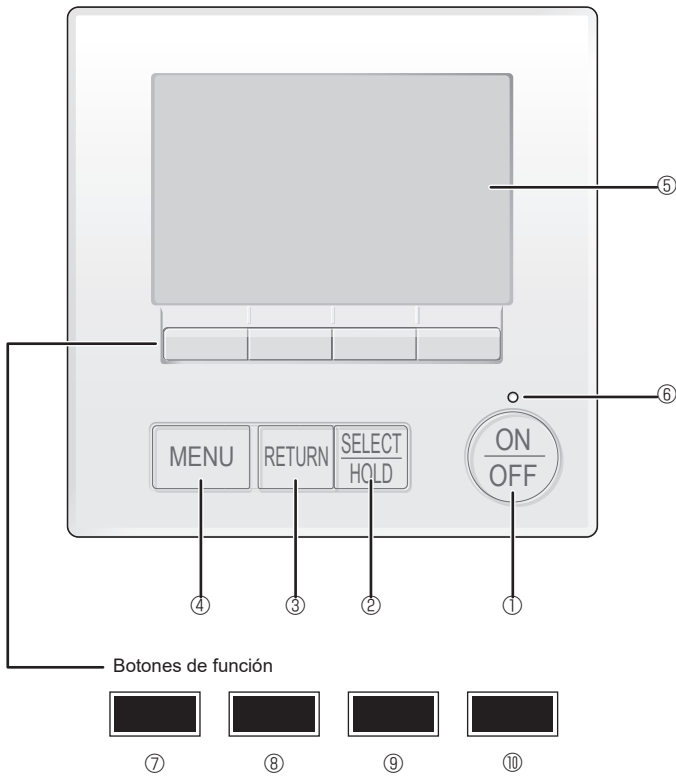

Fig. 6-1
6.2.1. Al usar el mando a distancia con cable (Fig. 6-1)
① Botón [ON/OFF]